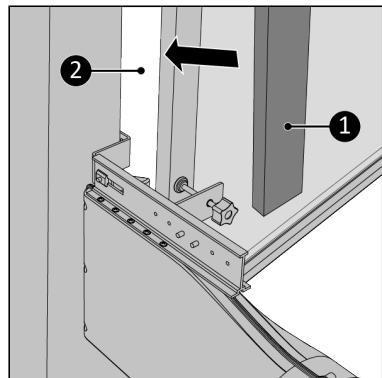

Abbildung 127.
17. Füllen Sie die Freiräume (Abbildung 127, Pos. 1) mit dem gelieferten Isolierschaum (Abbildung 127, Pos. 2) auf, schneiden Sie den Schaum ab, falls notwendig*.